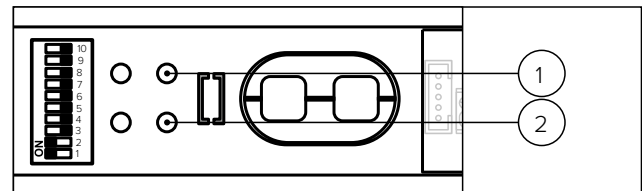

Рис. 61 Настройте скорость и время фиксации открытого положения
1. Настройте скорость с помощью потенциометра скорости (Рис. 61/1).
2. Настройте время фиксации открытого положения с помощью потенциометра времени фиксации открытого положения (Рис. 61/2).